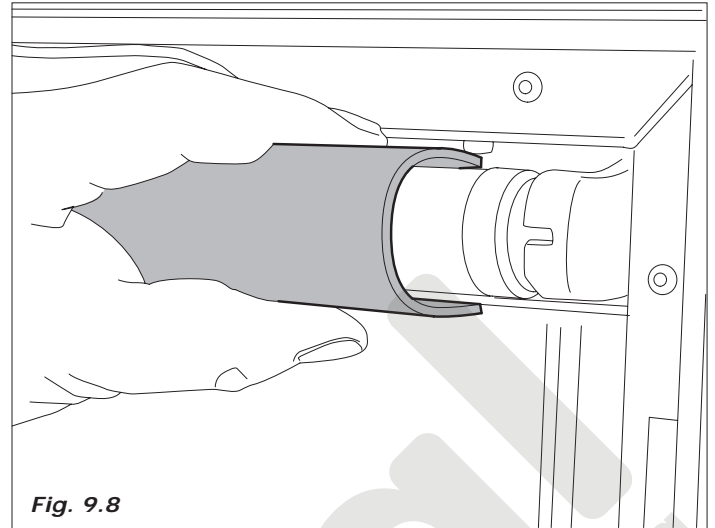

Fig. 9.8
- Extraer la protección del tubo (Fig. 9.8)